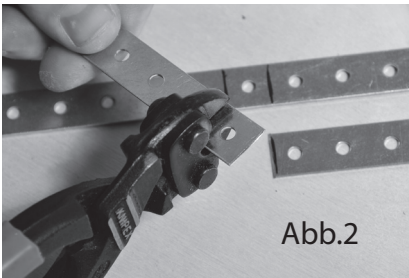

Abb.2
2. Der Linien entlang mit Hilfe eines Kompakt-Bolzenschneiders oder einer Metallbügelsäge abschneiden, so dass 4 gleich große Lochblechstreifen entstehen (siehe Abb. 2)